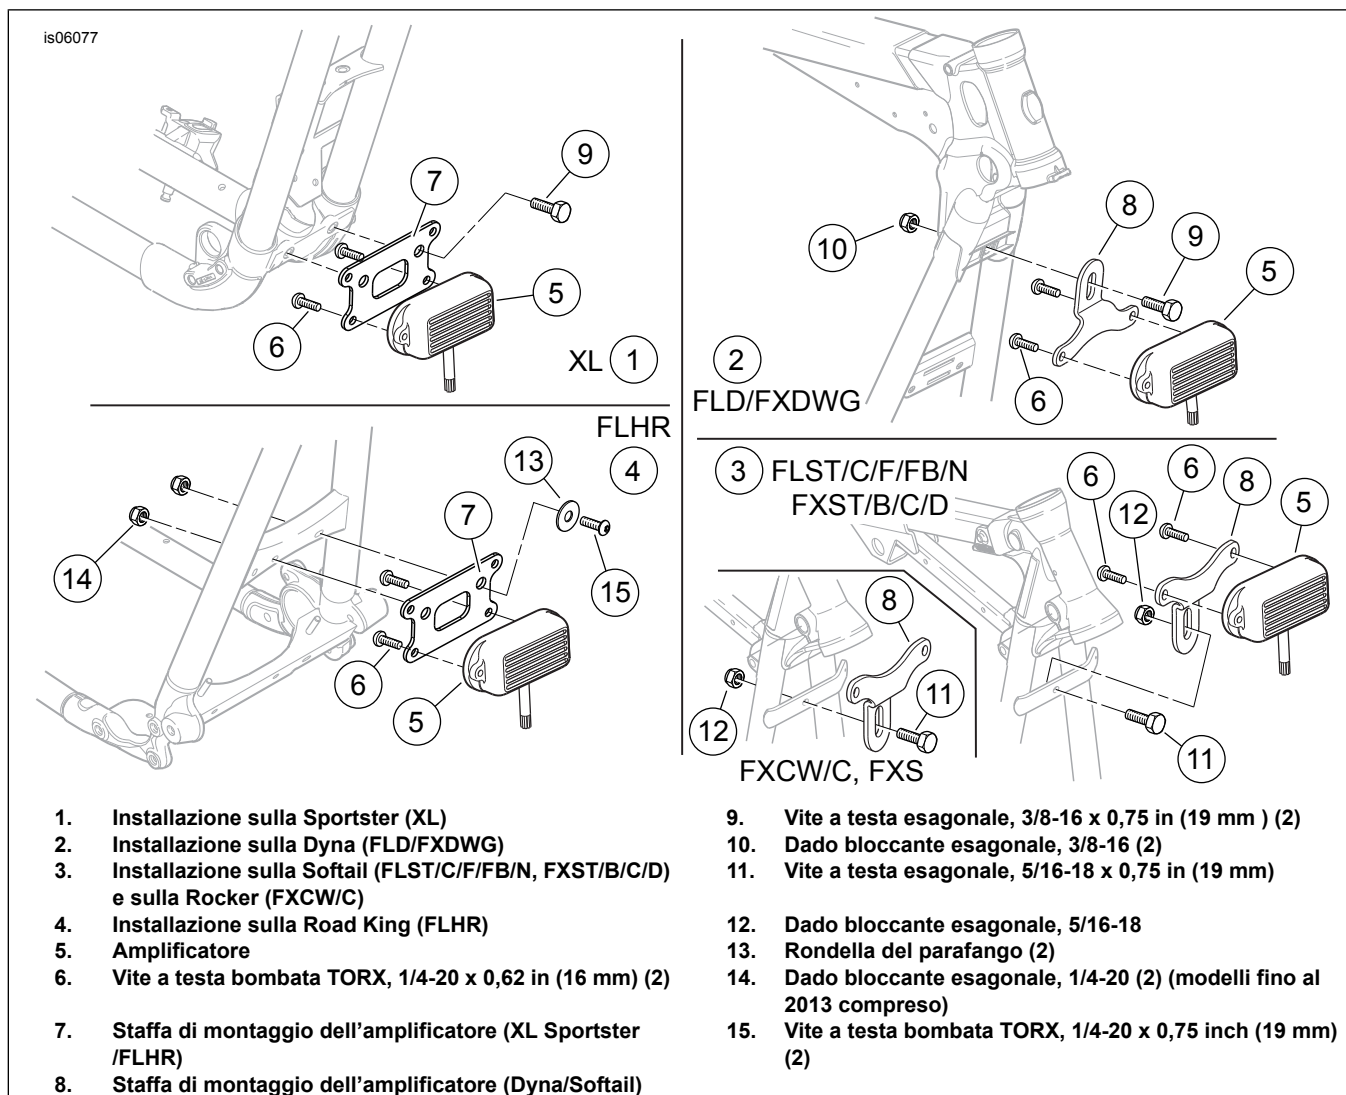

Figura 1. Installazione dell'amplificatore e della staffa
2. Vedere Figura 1. Installare l'amplificatore (5, parte del cablaggio) sulla staffa con le viti (6) e serrare a 7,4 N·m (65 in-lbs).
4. Vedere Figura 1. Installare l'amplificatore e la staffa sulla traversa del telaio tra i tubi discendenti anteriori, come mostrato.